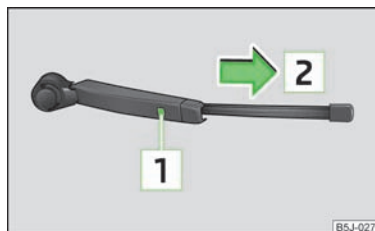

Fig. 33
- Ecartez le bras d'essuie-glace de la vitre et positionnez le balai d'essuie-glace à angle droit par rapport au bras d'essuie-glace » fig. 33.